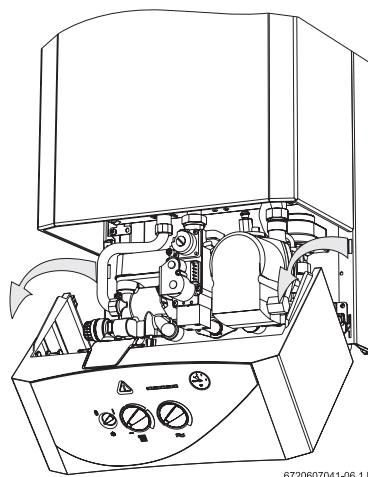

Fig. 2 Posição de serviço para ajuste do gás
- ▶ Desligar o interruptor principal (O) do aparelho.
- ▶ Baixar o painel de comandos para a posição de serviço (ver Fig. 2).
- ▶ Baixar o painel de comandos (ver Fig. 2).
- ▶ Desapertar o parafuso obturador (3) e ligar o manómetro de tubos em U à união de pressão.